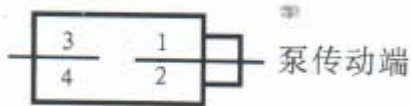

Рис.3
14. Гайка закрепления впрыскного масляного насоса M8 (2): - строго на 25 Nm (2,5kgf.m).
16. Закрепляющий болт масляного насоса и кронштейна М8(4шт.): -закрепить согласно рис.3 с силой закрепления до 25 Nm(2, 5kgf.m).